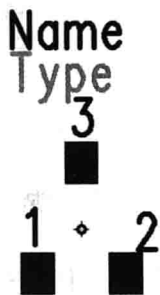

图 4-68 修改端点坐标
(2) 同理，修改 2~3 号端点的 X 轴和 Y 轴的坐标。完成后如图 4-68 所示。